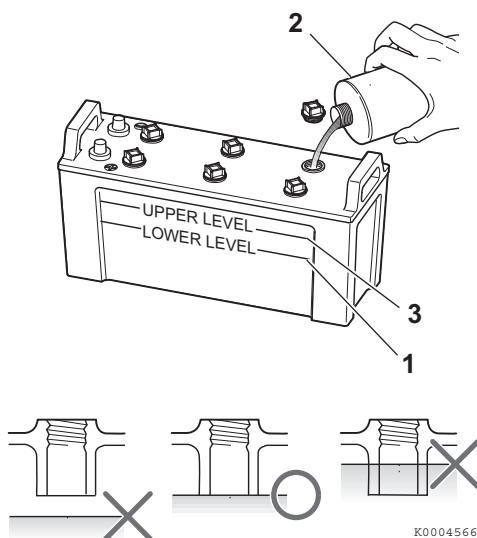

Figura 9
4. Si el nivel es inferior al nivel mínimo de llenado (**Figura 9, (1)**), rellene con agua destilada (**Figura 9, (2)**) (disponible en el mercado) hasta el límite superior (**Figura 9, (3)**) de la batería.